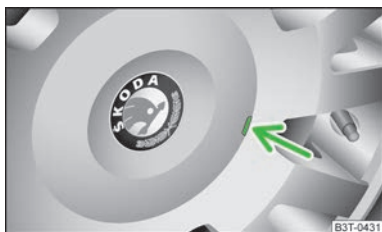

Fig. 168
- Desmontar con cuidado el embellecedor de rueda por medio del estribo de alambre de la herramienta de a bordo » fig. 168.